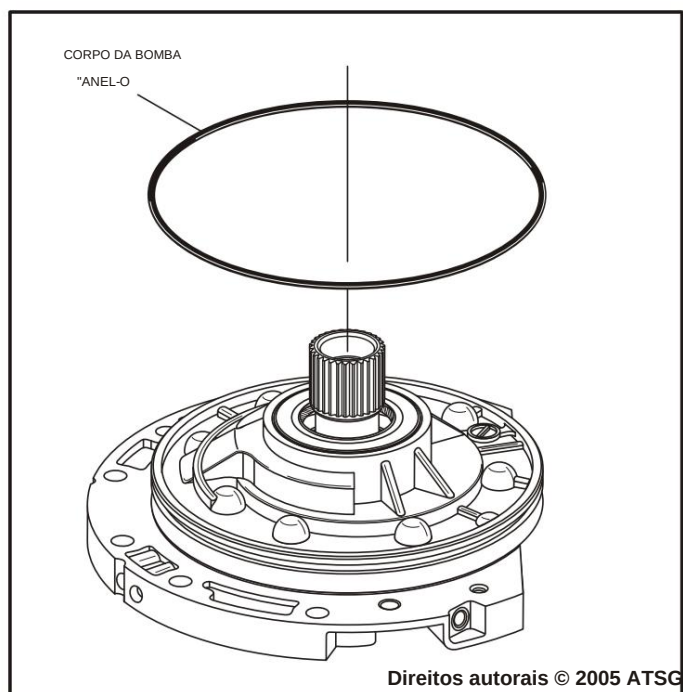

Figura 138
15. Instale a bomba de óleo no anel de vedação "O" da caixa, conforme mostrado na Figura 138 e lubrifique com uma pequena quantidade de Trans-Jel®.